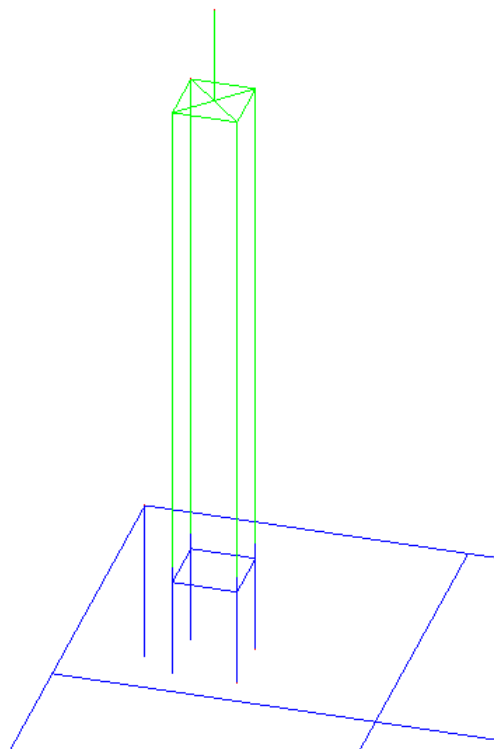

Рис. 3-37. Модель молниеотводной мачты. 3D.
12. Далее создаем молниеотводную мачту, например, в левом верхнем углу контура ЗУ ПС на расстоянии 2 м от вертикального и горизонтального заземлителей. В качестве собственного заземления мачты используются горизонтальные металлические элементы фундамента размером 2x2 м на глубине 500 мм. Для упрощения модели в качестве материала заземлителей мачты и тела самой мачты используется элементы шаблона «Контур ЗУ ПС». По углам фундамента мачты устанавливаются вертикальные заземлители длиной 3 м. При этом начинаться заземлители должны на уровне 500 мм координаты «Z», а заканчиваться на уровне 3500 мм. Тело мачты рисуется от фундамента вверх на высоту 15 м над поверхностью земли. Вверху вертикальные элементы должны соединяться по периметру. Для удобства введения тока может быть дорисовано перекрестие и шпиль молниеотвода. В результате должна получиться модель мачты, представленная на Рис. 3-37. На рисунке приведена часть трехмерной модели, которую можно наблюдать, выбрав в меню «Вид» пункт «Просмотр».